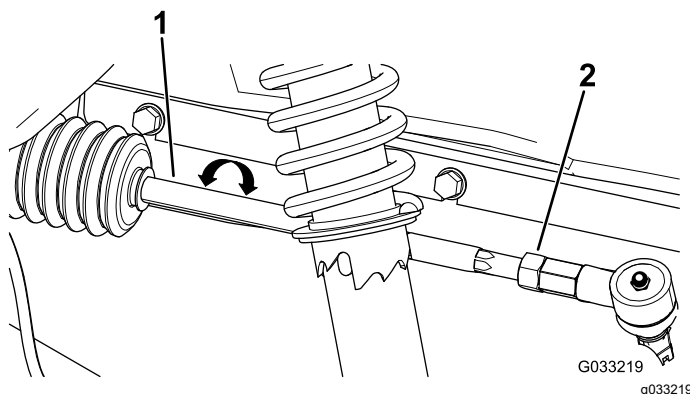

Figure 120
1. Desserrez les écrous de blocage à l'extrémité extérieure des biellettes (Figure 120)